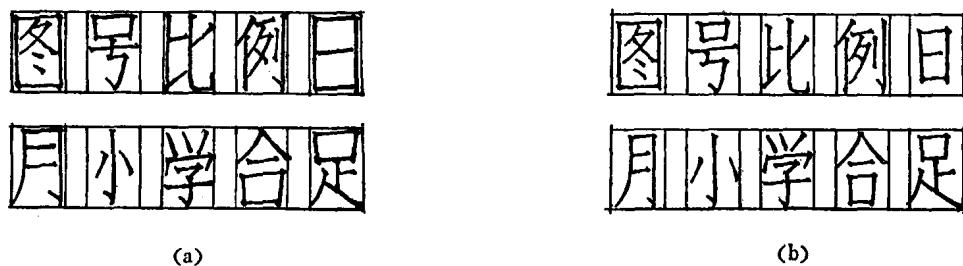

图 1-21
(1) 高宽足格：指的是主要笔划要顶着字格，以保证字体大小一律，但又不能笔笔顶格，字字满格，否则从整体上看，反而达不到整齐的效果。图1-21(a)中的“比”、“日”、“月”三字，从整体上看，就显得太大了，再如“号”、“合”、“足”三个字都因“口”字部分太大，显得很不对称。将图1-21中(a)与(b)相比较，可以看出：在(b)图中，“图”、“号”、“日”、“合”、“足”等字“口”字部分，和“比”、“学”二字都不是笔笔顶格，而是主要笔划顶格，整体上看比较好。